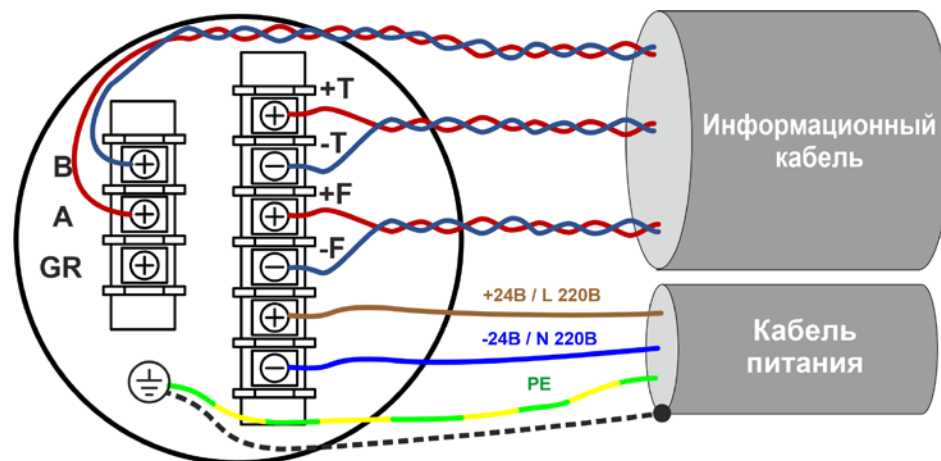

Рисунок 3.20 Подключение внешних соединений
**ВНИМАНИЕ!** Во избежание возникновения уравнивающих токов, запрещается подключать экраны информационных кабелей с обеих сторон. Экран информационного кабеля подключается со стороны внешних устройств. Экран кабеля питания подключается к клемме внутри корпуса ИП, как показано на рис. 3.20. При подключении выдерживать минимально возможную длину расплетенного экрана.